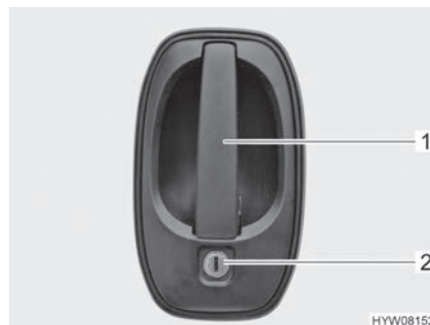

Bild 40 Türschloss (Fahrertür/Eingangstür außen)
- Schlüssel in Schließzylinder (Bild 40,2) stecken und drehen, bis das Türschloss entriegelt ist.
- Am Türgriff (Bild 40,1) ziehen. Die Tür ist geöffnet.
- Schlüssel in Schließzylinder (Bild 40,2) stecken und drehen, bis das Türschloss verriegelt ist.